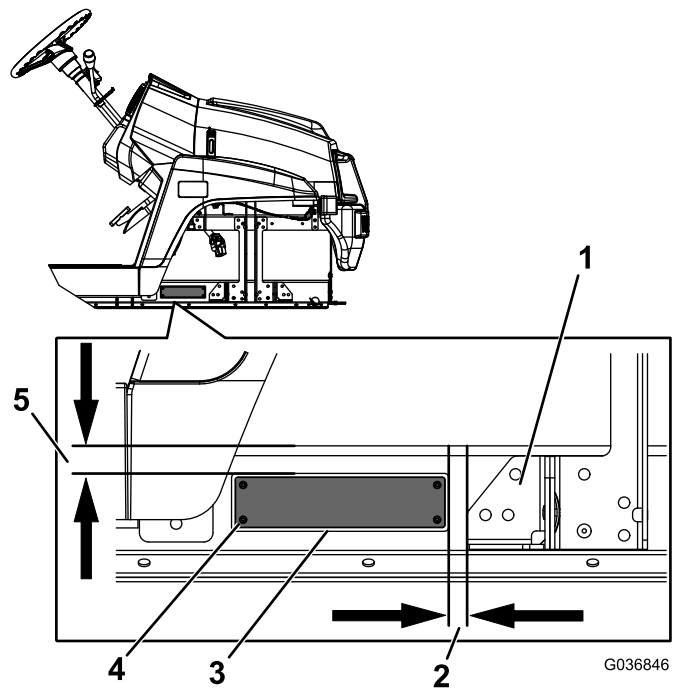

Figure 9
1. Fixez la plaque du numéro de série à l'emplacement indiqué à la Figure 9 à l'aide de 4 rivets.